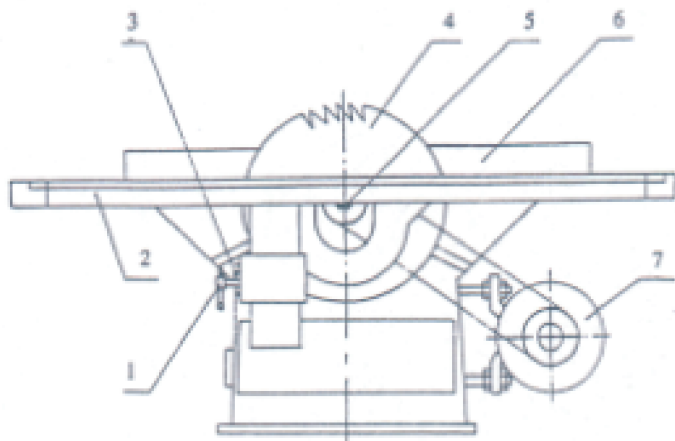

рис. 1
Общий вид станка схематично представлен на рис. 1
6.3 Убедитесь, что выключатель станка **15** (рис. 1) находится в положении «выкл».